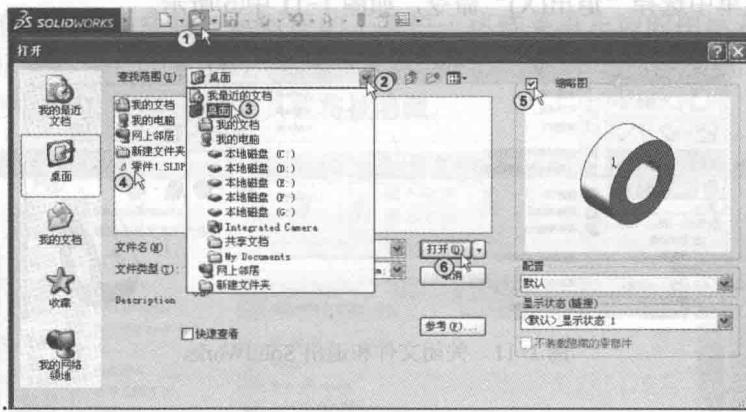

图 1-9 打开文件
钮①，如图 1-9 中①所示，或者按组合键〈Ctrl+O〉。系统弹出“打开”对话框，单击“查找范围”后的按钮②，如图 1-9 中②所示，选择文件所在的分区，如图 1-9 中③所示，在对话框中找到需要的文件，如图 1-9 中④所示，选中右上方的“缩略图”复选框可以预览要打开的文件，如图 1-9 中⑤所示。再单击“打开”按钮，如图 1-9 中⑥所示，就可以打开选中的文件并进行浏览或编辑了。